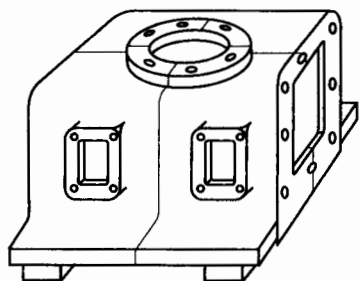

Рис. 2.1. Корпус
10. Определите установочную и разметочную базы заготовки корпуса (рис. 2.1). Выберите инструменты и приспособления для разметки крепежных отверстий в условиях единичного производства и укажите последовательность выполнения работ: